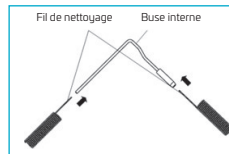
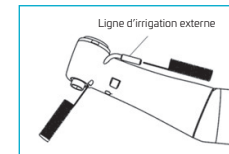

Fig. 13
Fig. 14
- Nettoyez les buses interne et externe à l'aide d'une aiguille de nettoyage. (Figure 13, Figure 14)